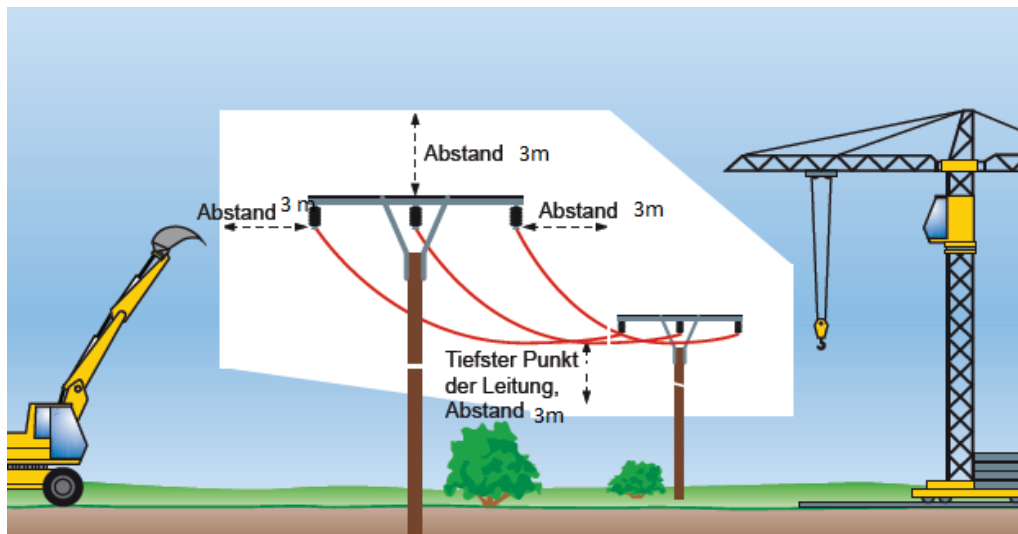

Abb.5 Schutzabstände am Beispiel einer Freileitung mit einer Spannung von 20.000 Volt, ohne Windeinfluss
- über 1.000 Volt bis 110.000 Volt **Schutzabstand ≥ 3 m** nach allen Seiten (siehe *Abb. 5*),